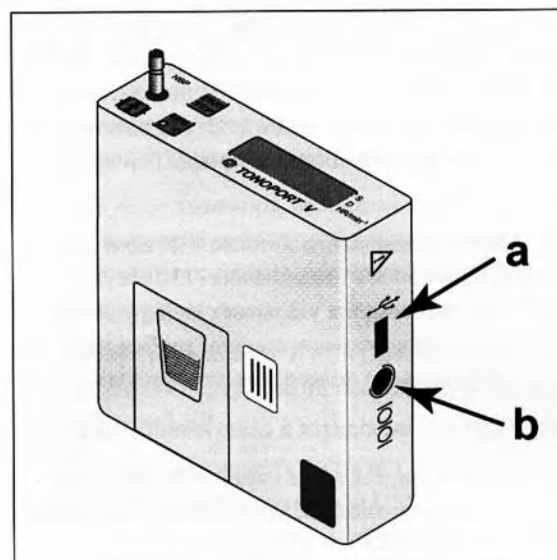

Рис. 5-1. Гнезда для подключения ПК:
- с помощью кабеля 2001589-040, если используется USB-порт монитора TONOPORT V (а, рис. 5-1);
- с помощью кабеля 2001589-011, если используется последовательный порт монитора TONOPORT V (b, рис. 5-1).
*Если будет использоваться последовательный порт монитора TONOPORT V (b, рис. 5-1), процесс установки на этом заканчивается.
Чтобы использовать USB-порт монитора TONOPORT V (a, рис. 5-1), необходимо сначала установить драйвер USB и проверить соединение, как описано ниже.*